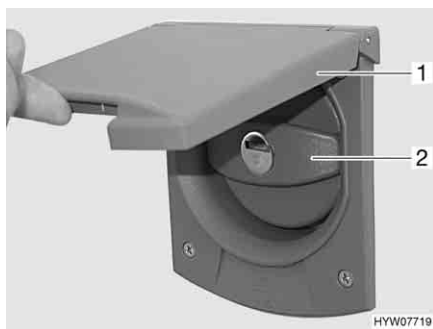

Fig. 108 Coperchio per bocchettone di riempimento dell'acqua potabile
- Alzare lo sportello esterno (Fig. 108,1) verso l'alto.
- Ruotare il coperchio blu (Fig. 108,2) di un quarto di giro.